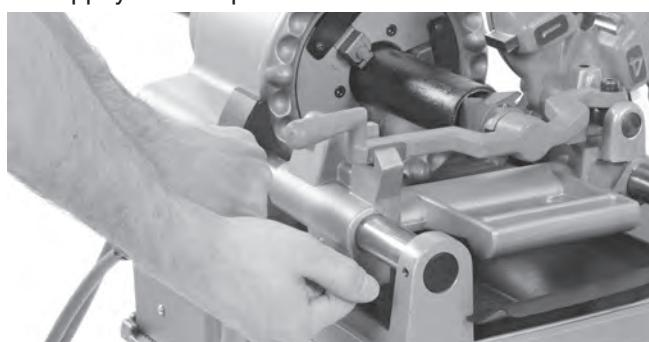

Figure 12 – Utilisation de l'alésoir n° 344
2. Mettez l'interrupteur Marche/Arrêt (I/O) en position marche (I).
3. Prenez le volant du chariot des deux mains (*Figure 12*).